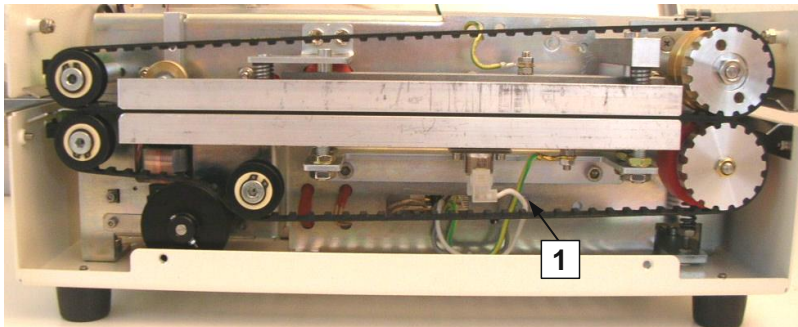
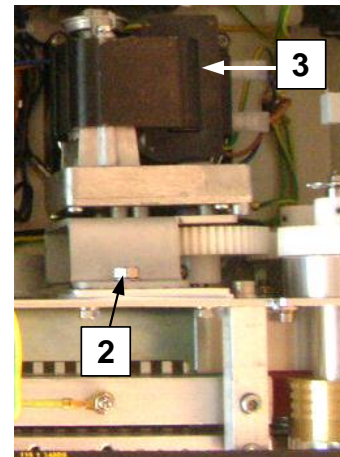

Bild 4.5
Bild 4.6
- Trennen Sie die Motorgruppe (Nr. 3 – Bild 4.6): Drehen Sie sie im Uhrzeigersinn, nachdem Sie die obere Verriegelungsschraube (Nr. 2 – Bild 4.8) und die Rotationsschraube (Nr.1 -Bild 4.5) gelöst haben.